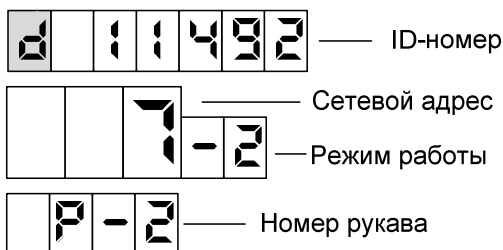

Рисунок 8
9.7 По команде СУ на табло могут отображаться сетевой адрес, режим работы и ID-номер рукава (рисунок 8). При снятии/установке любого раздаточного крана на табло выводится информация для сле-